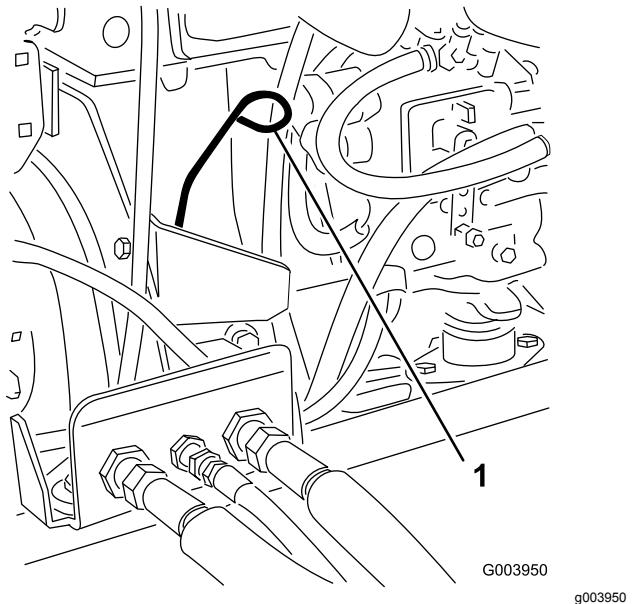

Figura 44
- Retire a vareta, limpe-a e volte a colocá-la (Figura 44).